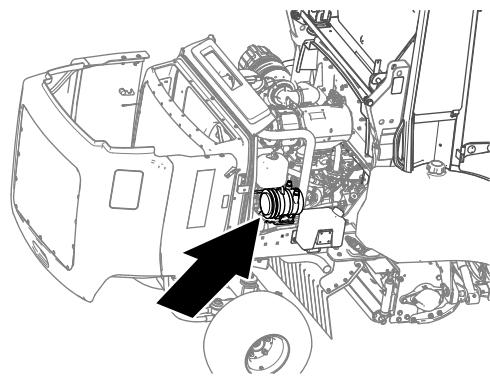

Figure 28
1. Déverrouillez et soulevez le capot (Figure 28).